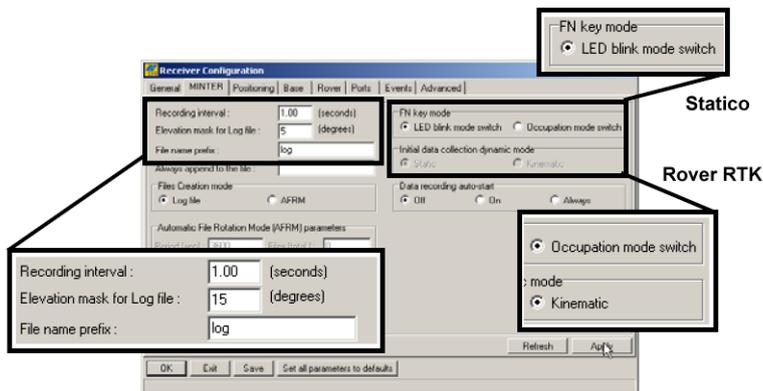

Figura 3-10. Configurazione del MINTER del ricevitore per la registrazione dei dati
7. Fare clic sulla scheda **MINTER** e configurare le seguenti impostazioni (Tabella 3-5), quindi fare clic su **Apply** (Figura 3-10).